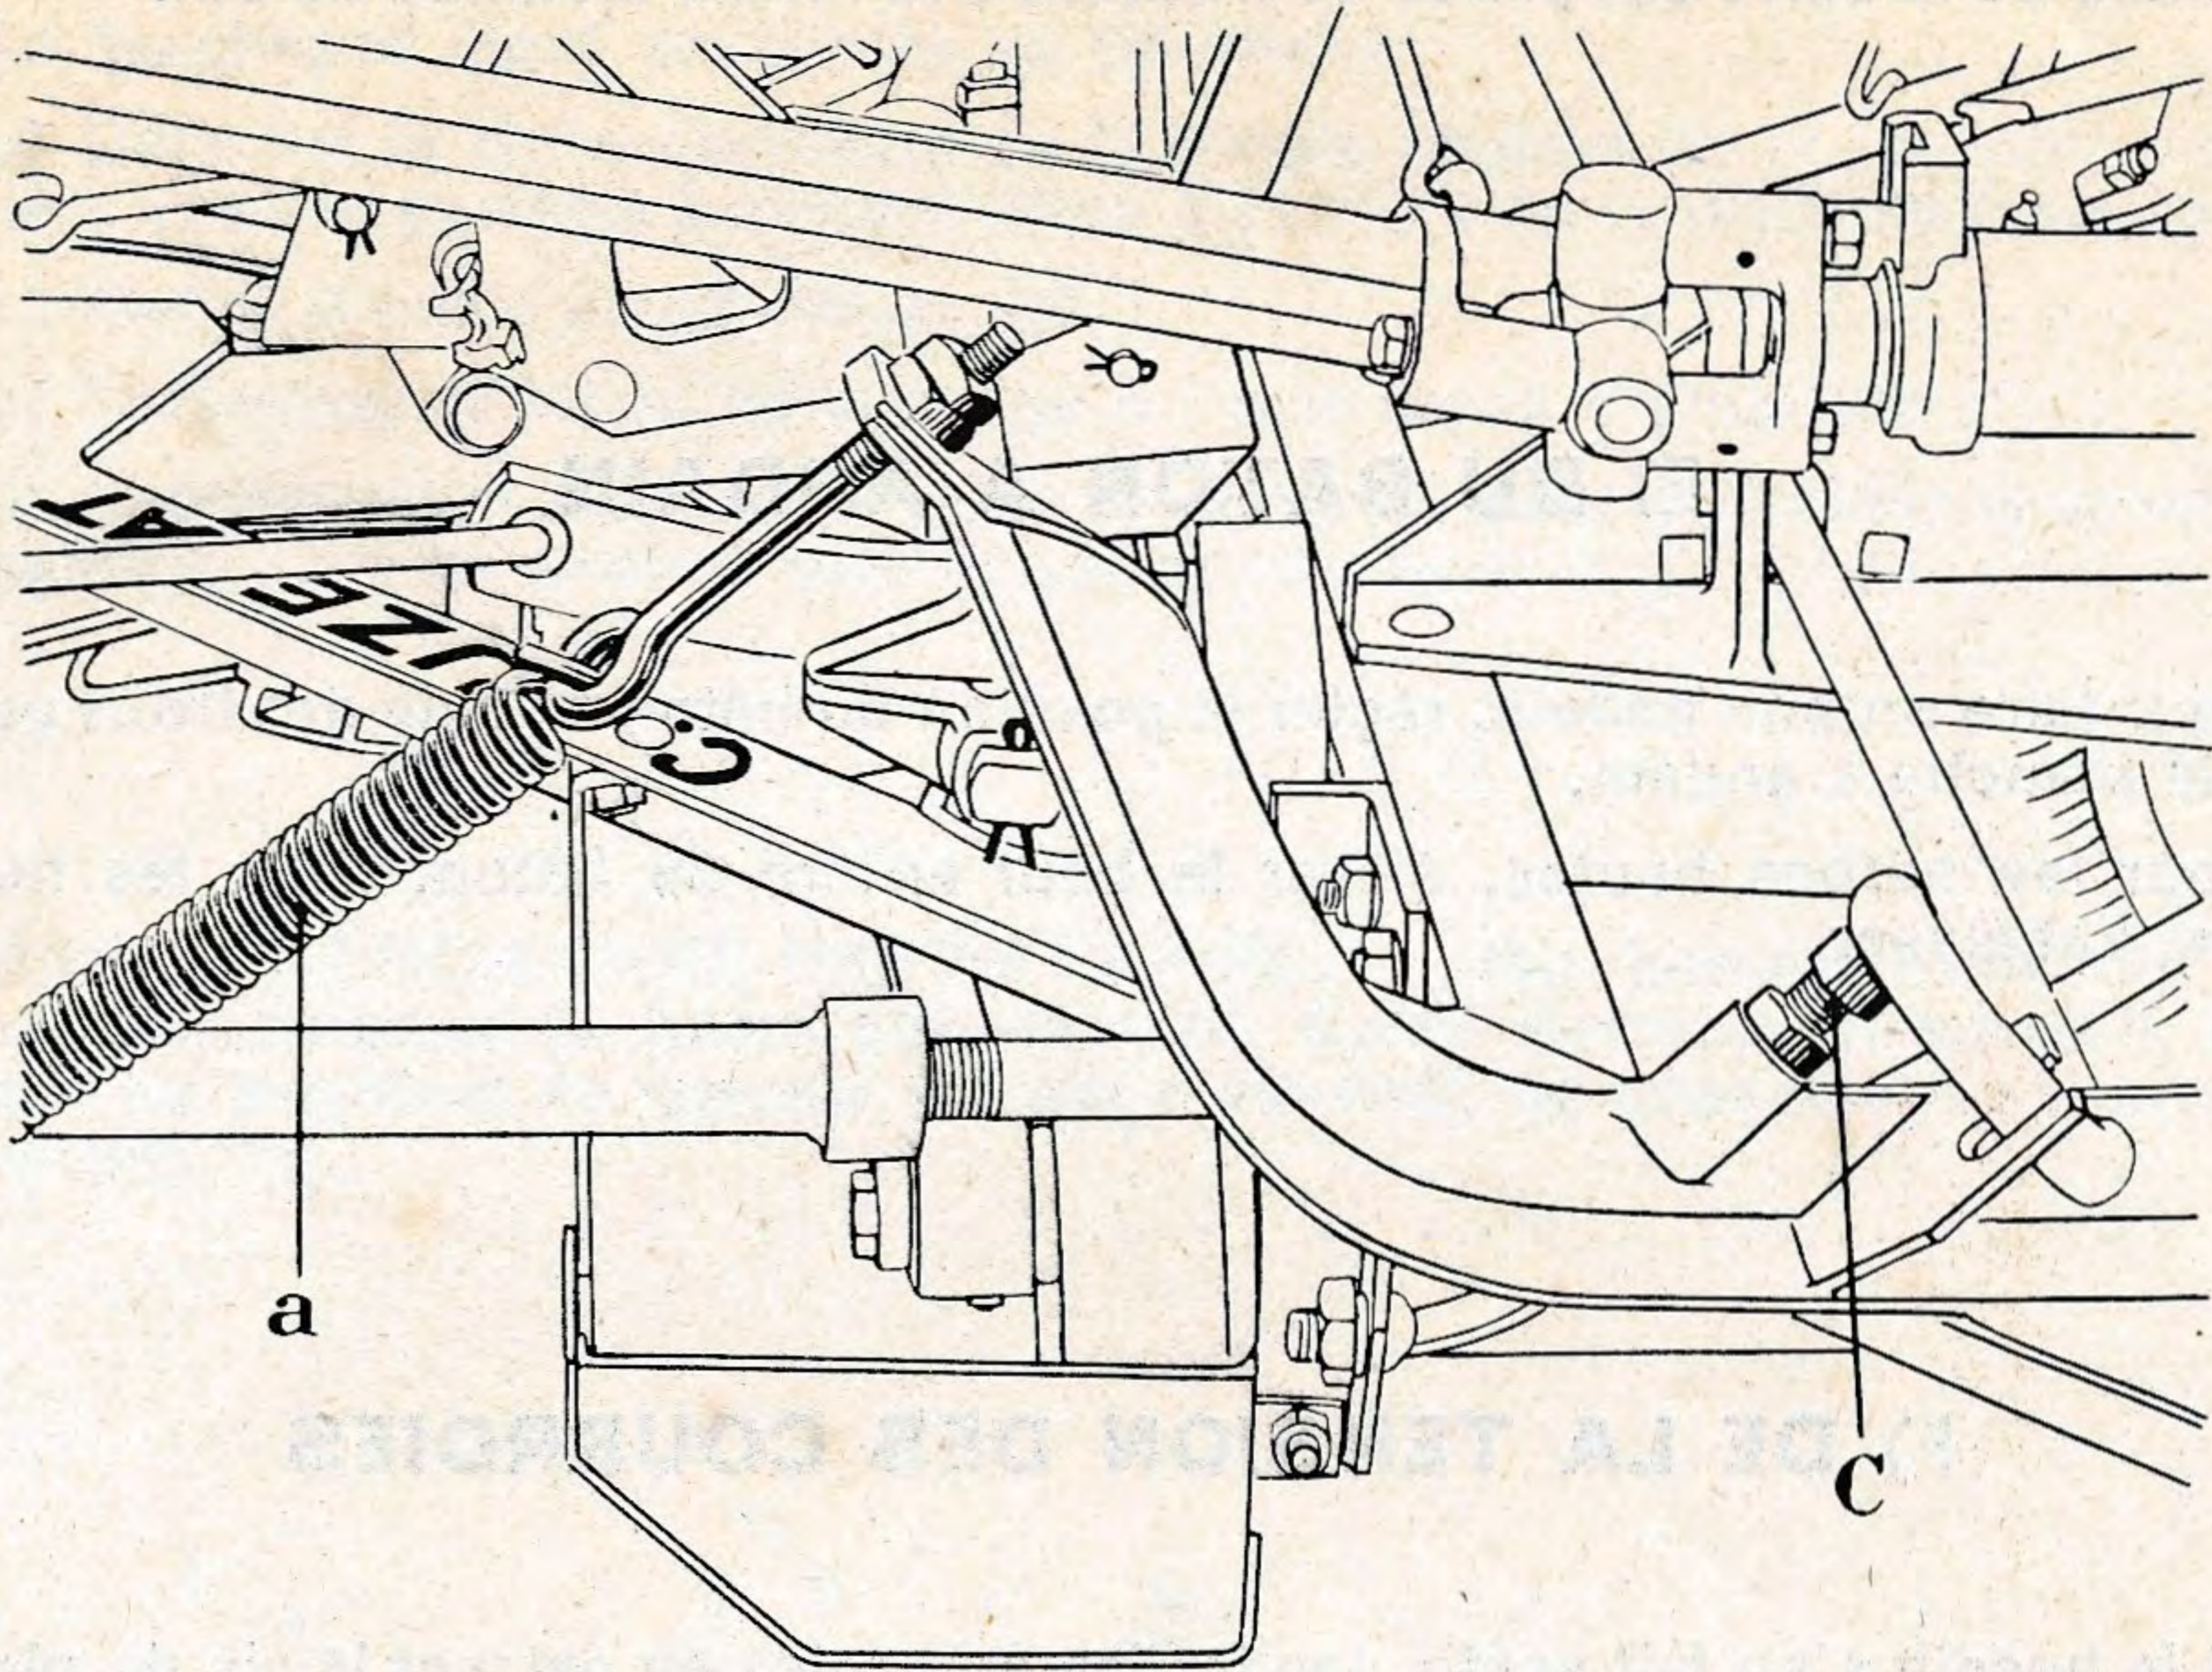

fig. 10
c) Régler la tension du ressort de relevage à l'aide de la vis de réglage, de façon que le sabot intérieur glisse sur le sol sans s'y appuyer (fig. 10).
Si, en position de relevage partiel, la roue gauche a tendance à quitter le sol, tendre le ressort stabilisateur (a) à l'aide du piton fileté situé à l'extrémité de ce ressort (voir fig. 10).